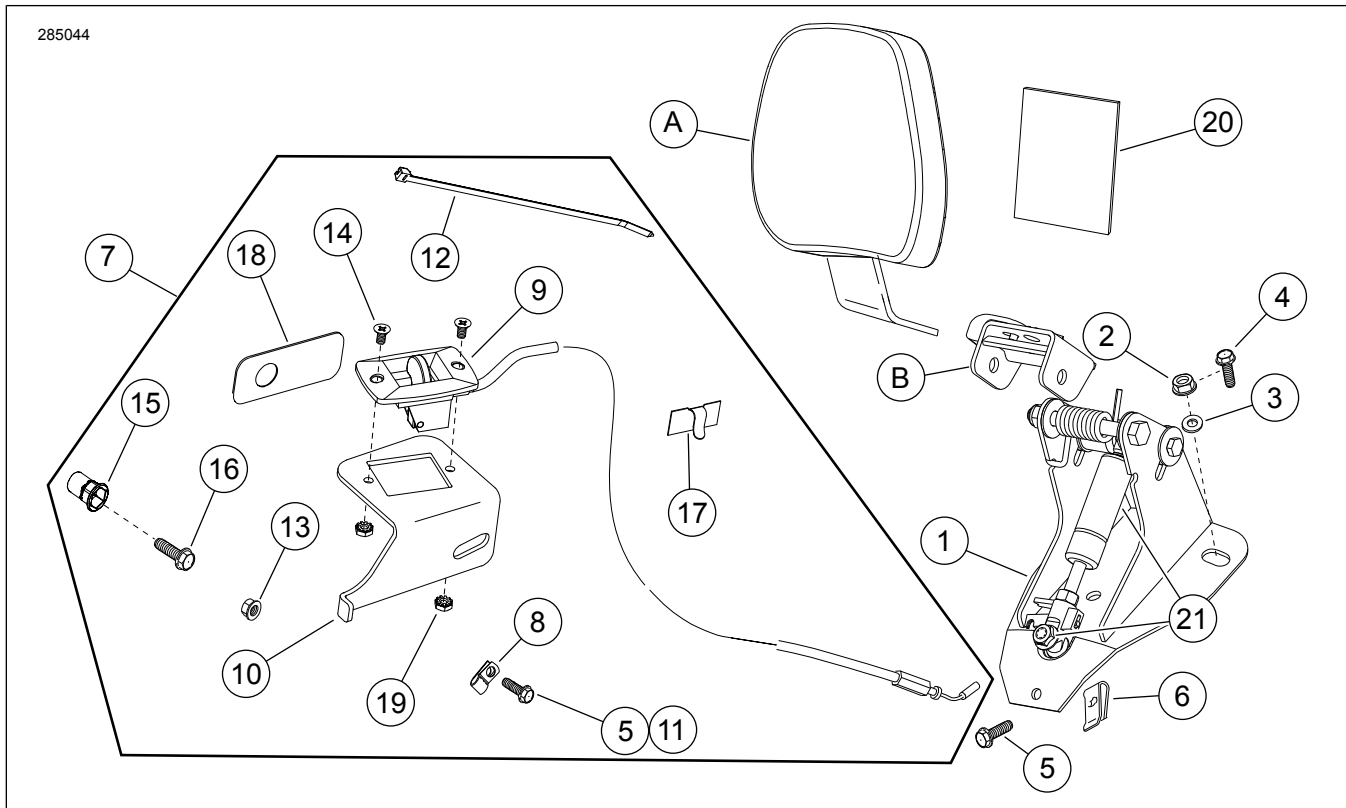

Figura 14. Parts tas-Service: Kit tal-Hardware tal-Immuntar tal-Backrest Aġġustabbli tas-Sewwieq
7. Ara Figura 14 . Oħroġ il-bracket tal-manku tal-azzjonatur (10) mill-kit.
8. Ara Figura 14 . Daħħal il-cable (parti minn Oġġett 9) minn ġol-fetħa fil-bracket tal-manku tal-aġġustament (10) kif muri. Installa l-manku tal-aġġustament (parti minn Oġġett 9) fil-brekit (ackettuża ż-żewġ viti (5). Issikka l-viti tajjeb iżda tissikkax iżżejjed.
15. **Il-mudelli Kalifornja bit-tubu tal-canister tal-evaporatur:** Ara Figura 14 . Oħroġ l-clip bl-adeżiv fuq wara (17) mill-kit. Naddaf iż-żona ċ-ċatta tal-bracket tal-manku tal-aġġustament, bejn wieħed u ieħor fil-post fejn il-clipp tal-pajp tal-plastic kien tneħħa, billi tuża l-alkoħol isopropil. Waħħal il-clip mal-bracket u għaddi t-tubu tal-evaporatur minn ġol-clip. Itwi l-clip 'l isfel biex taqbad it-tubu tajjeb.
17. Ara Figura 3 . Installa l-manku tal-aġġustament tal-backrest (2) fil-bracket tal-manku tal-aġġustament (1) kif muri, bil-viti b'ras ċatta pprovduti (3)(Oġġett 5, Figura 14). Issikka l-viti sew.
2. **Mudelli tal-1999 u dawk ta' wara:** Ara Figura 14 . Installa l-brcket tal-backrest (1) kif muri bl-użu tal-iskorfini tal-flang (2), washers (3) u vit (5). **Mudelli tal-1997-1998:** Uża viti eżagonali (4) u washers (3).
4. Ara Figura 14 . Ġib il-protettur tas-sedil (20).